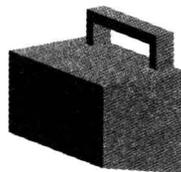

图 2.4 拉伸 2
Step3. 创建图 2.4 所示的拉伸特征 2。在操控板中单击“拉伸”按钮 。选取图 2.5 所示的草绘平面和参考平面，方向为 **右**；绘制图 2.6 所示的截面草图，在操控板中定义拉伸类型为 ，输入深度值 15，按回车确认，单击 按钮调整拉伸方向，单击 按钮，完成拉伸特征 2 的创作。